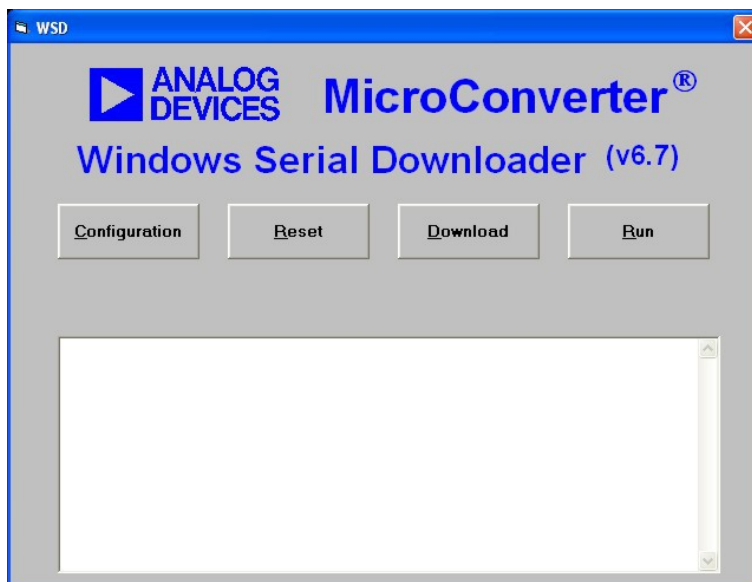

图 48. WSD 程序的主窗口
- WSD 程序应当启动 (菜单“开始”→程序→ADUC)。已连接监测器的端口应在“配置”选项的帮助下确定,进入 WSD 程序的主窗口(图 48.)。